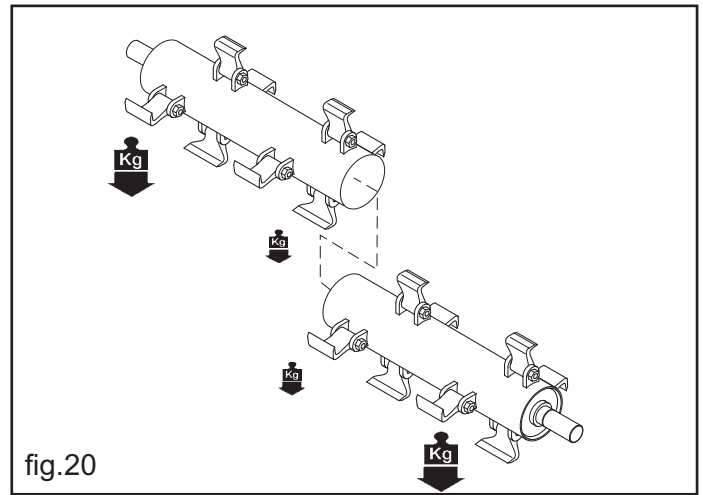

fig.20
- **Sistemare le coppie più pesanti alle due estremità del rotore, le coppie più leggere al centro (fig.20).**